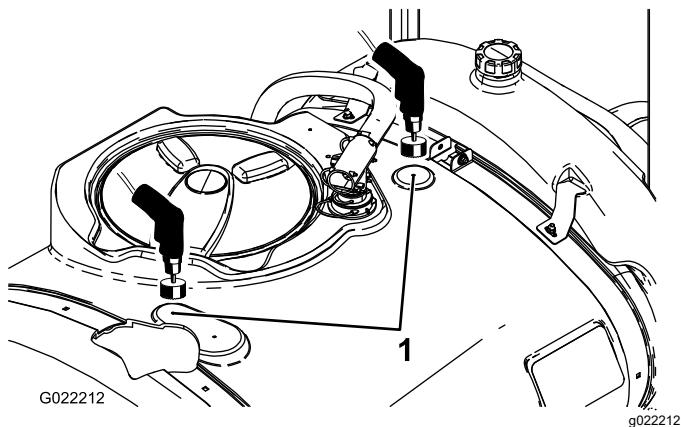

Bild 16
2. Ermitteln Sie die zwei Bohrmarkierungen am Haupttank (Bild 16).